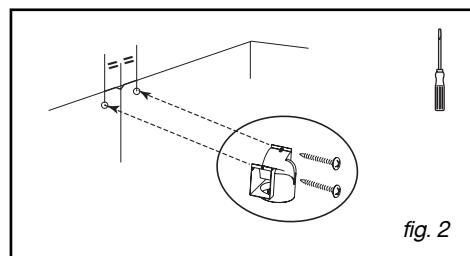

fig. 2
- Bevestig de plastic rookdeflector tegen de muur en tegen het plafond, met de twee schroeven (fig.2). Centreer de deflector in verhouding tot de verticale lijn op de muur (fig. 2).